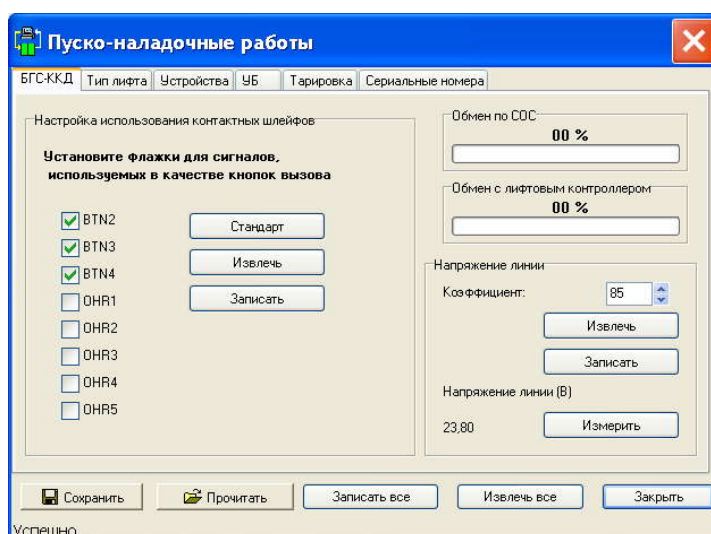
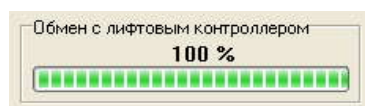

Рисунок 26 – Окно "Пуско-наладочные работы"
Рисунок 30 – Отображение качества связи по последовательному интерфейсу с контроллером лифта
- В главном меню программы, в пункте меню **Окно** выбрать подпункт **Пуско-наладка**. В появившемся окне (рисунок 26) перейти на вкладку **БГС-ККД**.
- 1.7.8. **Тест качества связи по интерфейсу "SOS-95"**. Для проверки качества связи нужно в основном меню выбрать пункт **Окно**. В нем выбрать **подпункт Пуско-наладка**. В появившемся окне (рисунок 26) перейти на вкладку **БГС-ККД**. В поле **Обмен по СОС** в процентном соотношении отображается качество связи по интерфейсу "SOS-95"
1.7.9. **Тест связи с ЛК.** Для проверки качества связи с контроллером лифта нужно в основном меню выбрать пункт **Окно | Пуско-наладка**. В появившемся окне (рисунок 26) перейти на вкладку **БГС-ККД**. В поле **Обмен с лифтовым контроллером** в процентном соотношении отображается качество связи с контроллером лифта (рисунок 30). Качество связи признается удовлетворительным только, если значение качества связи равно 100%.